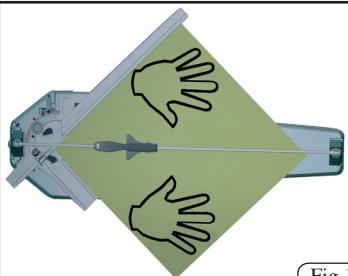

Fig.10
45°-SCHNITT UND –BRUCH (Diagonalschnitte) (Abb.4 – Abb.8 – Abb.9 – Abb.10)
Bei großformatigen Fliesen wird folgendes empfohlen: Die Fliese nach dem Schnitt brechen, indem beide Hände auf die beiden vom Schnitt getrennten Teile zu setzen sind und bis zum Bruch Druck ausgeübt wird (Abb.10). Bei nicht korrekten 90°-Schnitten und +/-45°-Schnitten die entsprechenden eisernen Exzenter (B) Abb.4. Auf Anfrage versenkbar 90° und 180° Haltern für großformatige Fliesen (5) in Fig.1.
COUPE ET CASSURE A 45° (coupes diagonales) (Fig. 4 - Fig. 8 - Fig. 9 - Fig. 10)
Pour les carreaux de grandes dimensions, il est conseillé de casser le carreau après l'avoir coupé en appuyant avec les deux mains sur les deux côtés partagés par la ligne de coupe et d'appuyer jusqu'à la cassure (Fig. 10). En cas de coupes à 90° et + ou -45° non correctes, agissez sur les excentriques en fer (B) de la Fig. 4. Sur demande sont disponibles des supports latéraux rétractiles avec position 90° et 180° pour les grands carreaux.
INCISIONE E ROTTURA A 45° (tagli diagonali) (Fig.4 - Fig.8 - Fig.9 - Fig.10 - Fig.11)